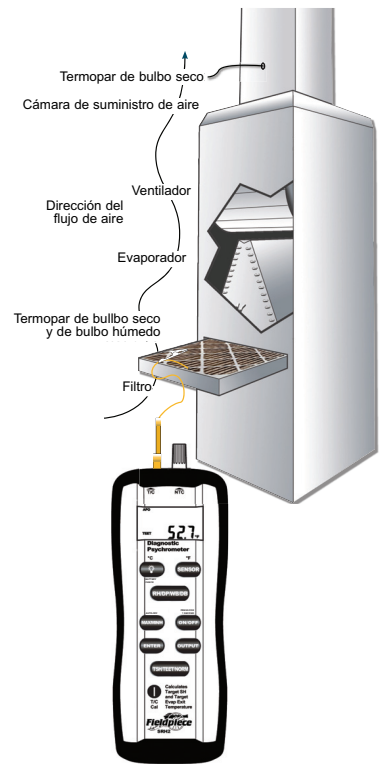

Figura 1
2. Moje el termopar de bulbo húmedo ATWB1 y sujete ambos termopares (ATWB1 y ATA1) frente al evaporador (vea la figura 1 en la siguiente página).